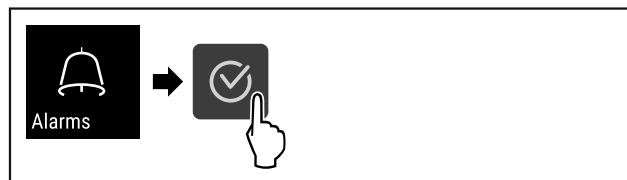

Fig. 105
- ▶ Provedte akční kroky (viz Fig. 105) .